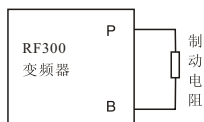

图 4-1
18.5KW 及以下规格RF300变频器的制动电阻连接如图 4-1 所示。